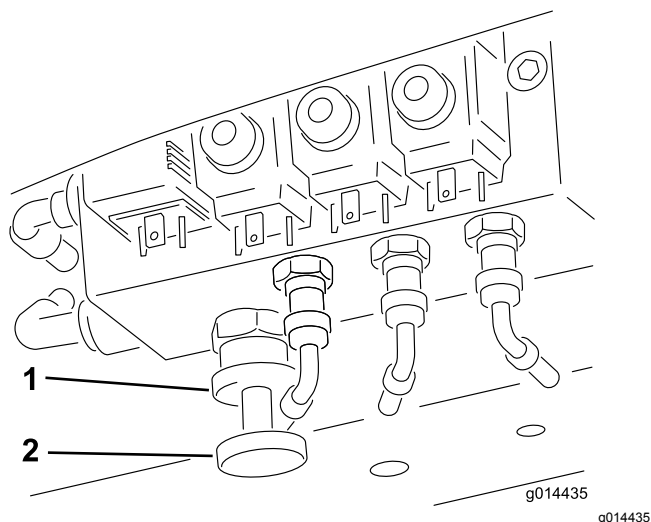

Figura 36
Trasferimento del peso. La portata del trasferimento di peso può essere variata a seconda delle condizioni in cui si opera, ruotando la rotella di trasferimento del peso (Figura 36) nel modo seguente:
1. Allentate il dado di bloccaggio della valvola girandolo di 1/2 giro in senso antiorario e mantenete in questa posizione (Figura 36).
2. Ruotate la rotella della valvola (Figura 36) in senso antiorario al fine di ridurre il trasferimento di peso oppure in senso orario per aumentarlo.